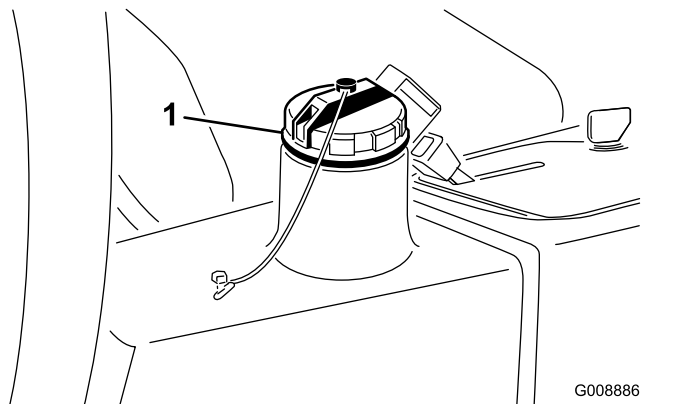

图 81
4. 向液压油箱图 81 注入约 13.2L 液压油请参阅 检查液压系统 \(页码 22\)。